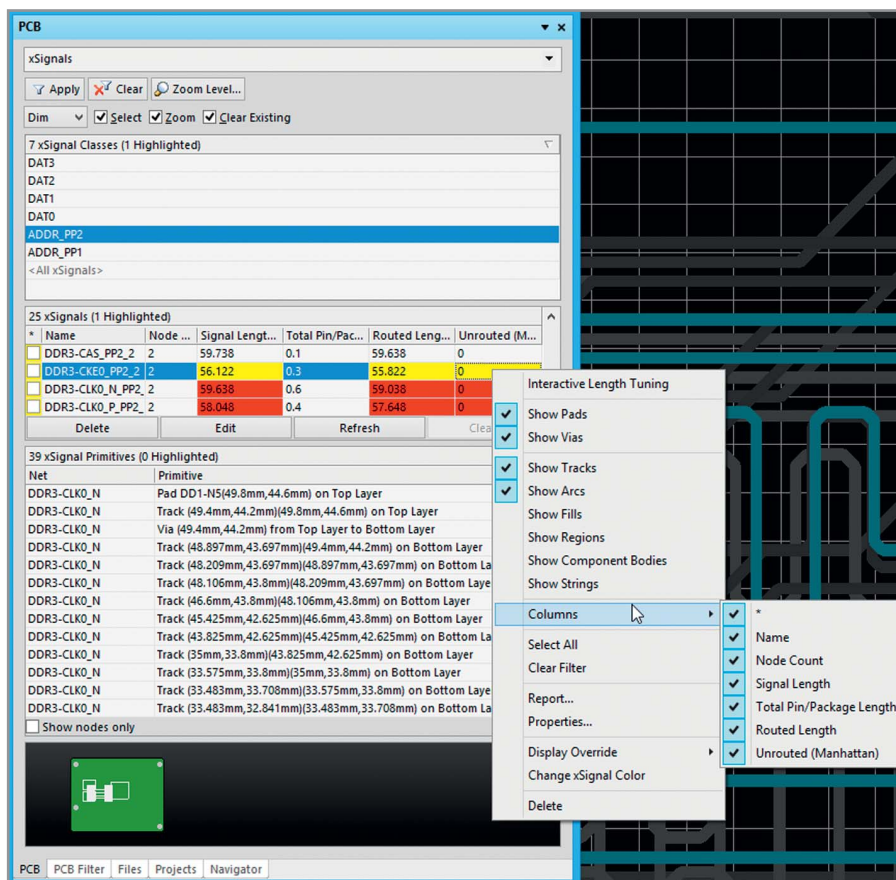

Рис. 5. Режим xSignals панели PCB
Для работы со списком классов xSignals, отдельными маршрутами xSignals и их примитивами предназначен подрежим xSignals рабочей панели PCB, включаемый выбором из выпадающего списка сверху панели (см. рис. 5).
- Выполнение правил проверяется во время размещения объектов (так называемый Online DRC) или после проектирования (так называемый Batch DRC (Пакетная проверка)). Контроль правила Matched Length производится в рабочей панели PCB в режиме xSignals (см. рис. 5), результат отображается в строке состояния (количество узлов, длина маршрута, неразведённая длина, длина трассировки, суммарная длина выводов микросхем) трассируемой цепи в виде цветовой индикации: